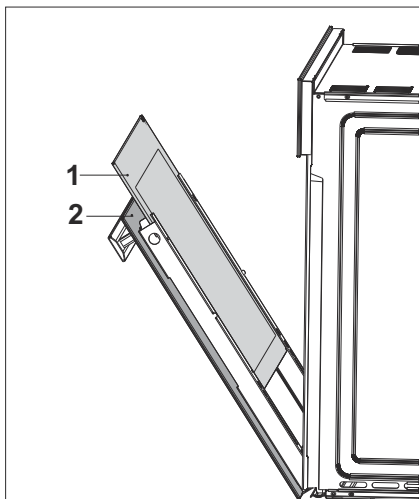

Fig. 19
- Remova o vidro interno do eletrodoméstico para limpá-lo (Fig. 19).